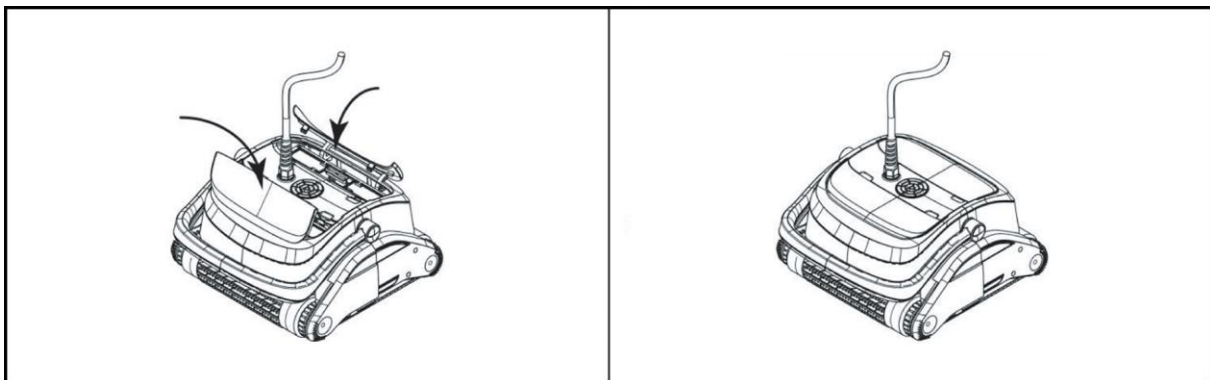

Abb. 7
- Montieren Sie das Gerät in der umgekehrten Reihenfolge, um es wieder einsatzbereit zu machen (Abb. 7).